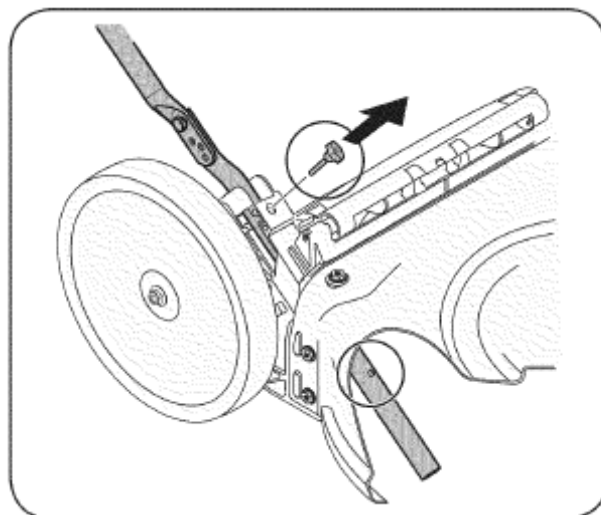
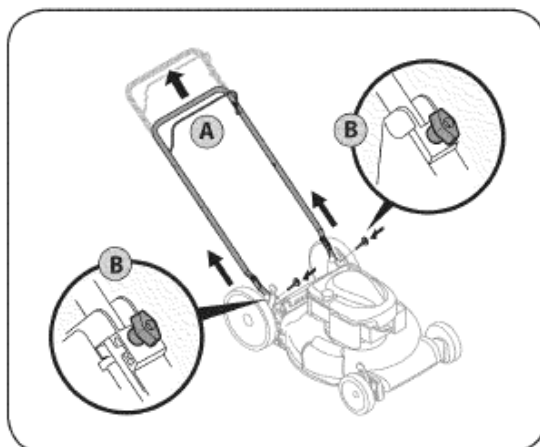

РИС. 3
РИС. 4
2. Выкрутите болты с Т-образной головкой из кронштейнов рукоятки, как показано на Рис. 3.
- А. Потяните рукоятку вверх, пока отверстия в нижней рукоятке (показаны на Рис. 3 в разрезе корпуса изделия) не совместятся с отверстиями в кронштейне рукоятки (см. Рис. 4).
- В. Вставьте болты с Т-образной головкой, выкрученные на предыдущем шаге и плотно затяните их, чтобы зафиксировать рукоятку (см. Рис. 4).